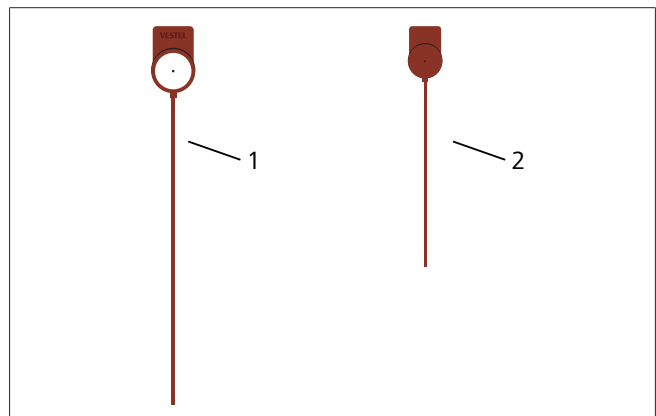

Abb. 44 Siegel (Ansicht von vorne und hinten)
- Zu diesem Zweck werden zwei Siegel (siehe Abb. 44) verwendet.